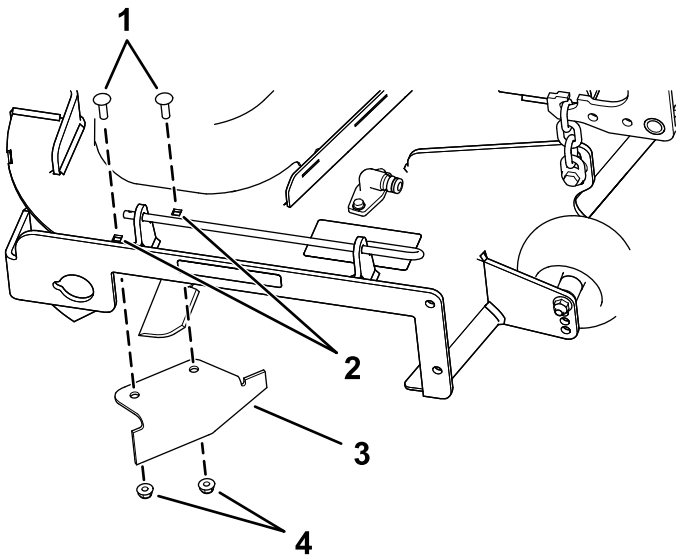

Figura 34
9. Localize o abafador de corte no saco das peças soltas e retire as fixações nos furos posteriores da placa de descarga (**Figura 34**).